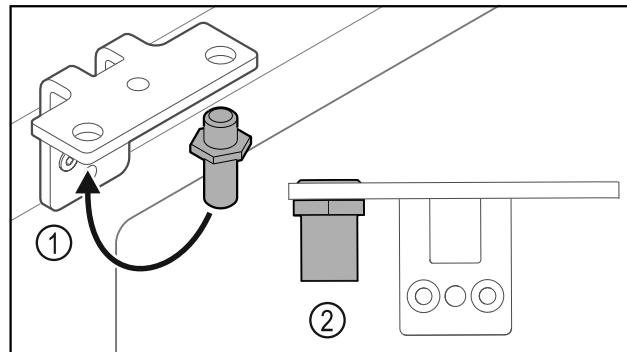

Fig. 23
- ▶ Premiestnite čap Fig. 23 (1) v uholníku závesu.
- ▶ Utiahnite čap Fig. 23 (2) **utáhovacím momentom 12 Nm**.